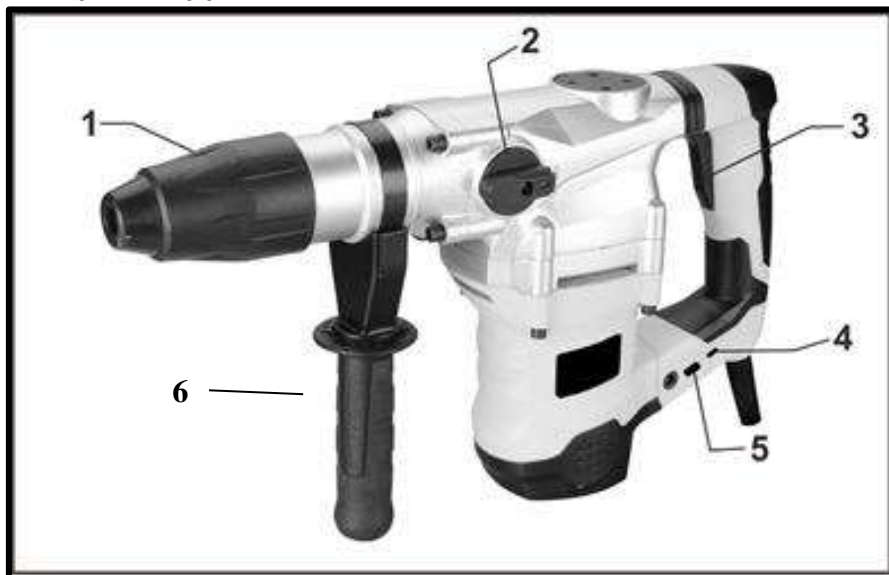

Рис.1.
### **3. Дополнительная Ручка (6) рис.1.**
**6. Переключатель режимов(2)рис.1.**